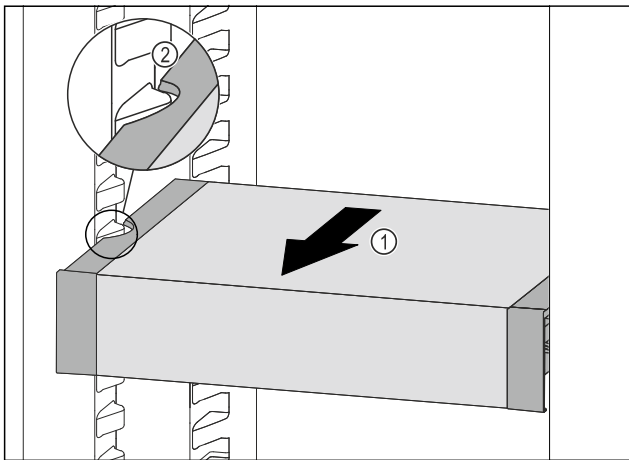

Fig. 102
- ▶ VarioSafe naar voren trekken Fig. 102 (1), tot de uitsparingen aan de zijkant van de VarioSafe zich ter hoogte van de rib in het koelgedeelte bevinden. Fig. 102 (2)